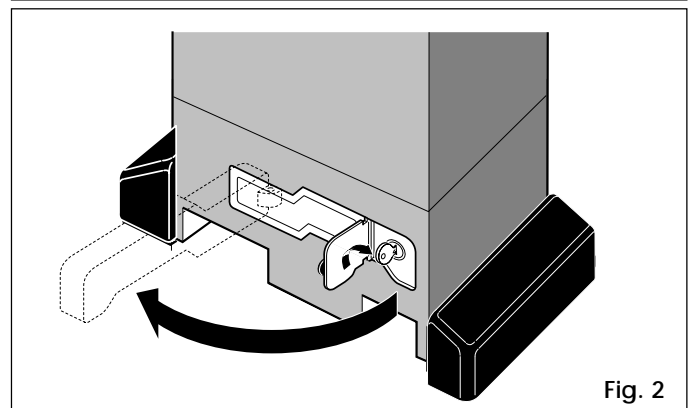

Fig. 2
- 2) Girar la llave hacia la derecha y tirar de la palanca de desbloqueo como se ilustra en la Fig. 2.